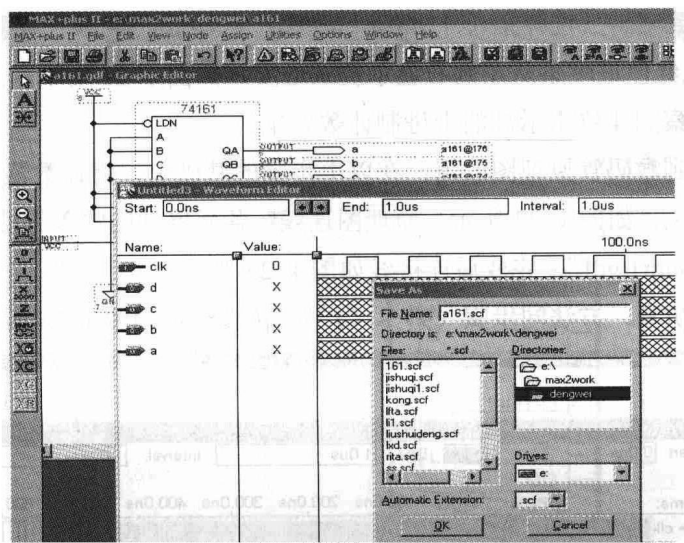

图 1-17 保存波形
(12) 保存波形: 选择菜单 [File] | [Save], 保存为 “.scf” 文件, 如图 1-17 所示。